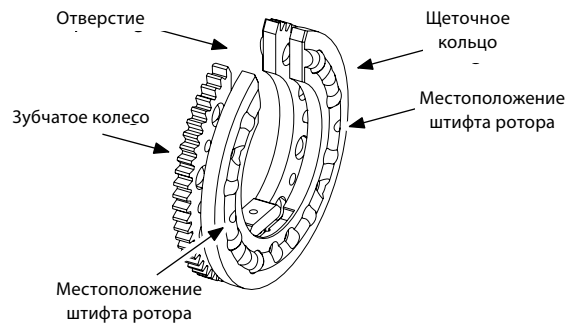

Рисунок 39. Установка ротора на рабочую поверхность
2. Положите ротор на сухую чистую поверхность отверстием вверх. Отделите зубчатое колесо от щеточного кольца настолько, чтобы открыть два штифта ротора. См. рисунок 39.